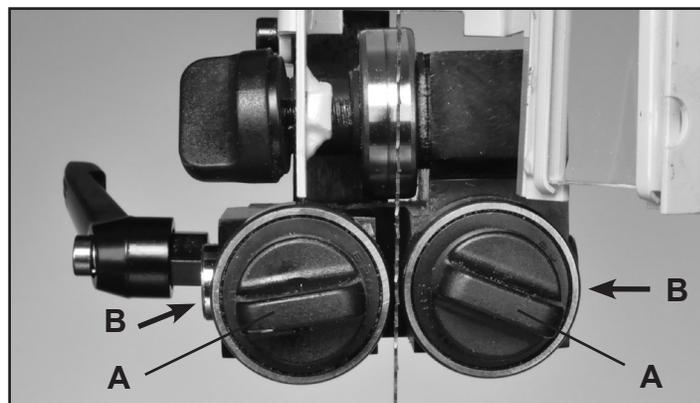

FIGURE 22
1. Positionnez les guides à rouleaux droits et gauches relativement près de la lame. Tout d'abord, desserrez leurs poignées de verrouillage avant (#39E Fig 22, A). Les axes de guidage (#35E) qui tiennent les roulements de guidage sont à ressort ! Pour déplacer les guides vers la lame, poussez simplement les extrémités des axes de guidage (B), ou utilisez les poignées de verrouillage avant pour tirer les guides vers la lame. Verrouillez les guides en place. Fig. 22.